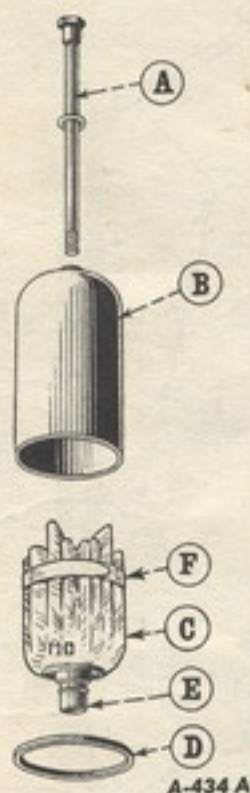
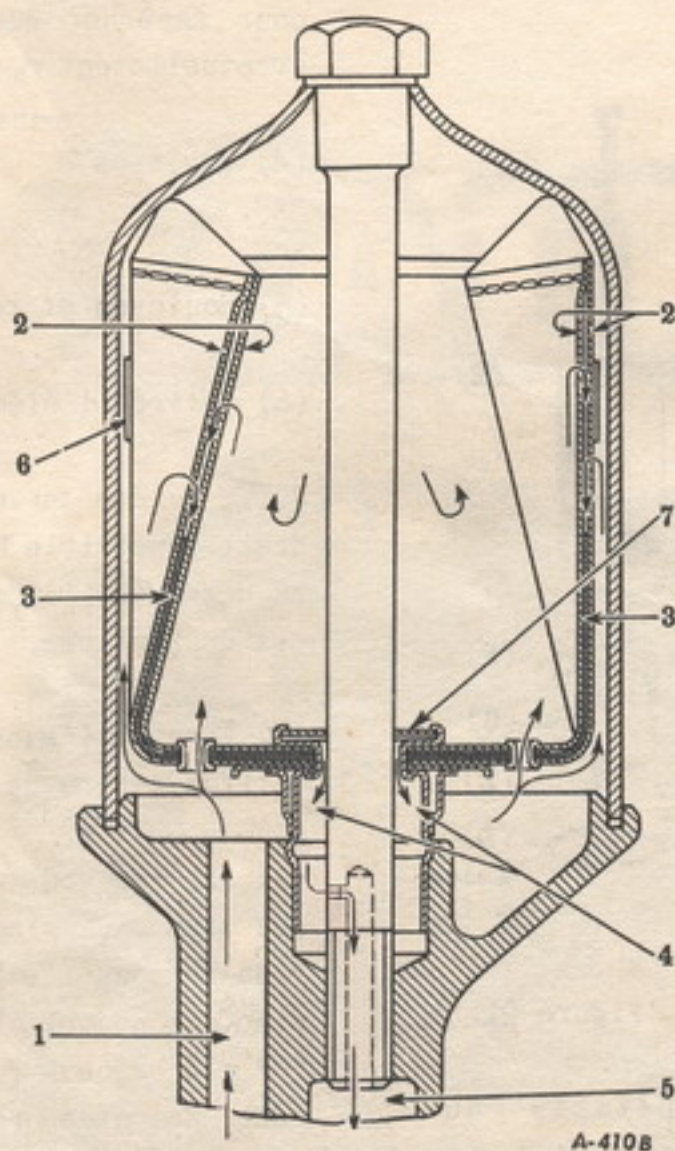

Figure 21.
Figure 22
(7) Essuyez l'embase et la cloche avec un chiffon imbibé de pétrole.
(8) Assurez-vous que le joint de cloche "D" est bien en place. Revissez le bouchon de vidange sous l'embase du filtre et mettez en place le nouvel élément entouré de sa bande "F" (la bague de guidage "E" dirigée vers le bas). Remontez la cloche et la tige de fixation "A" (figure 21) en prenant soin que cette dernière ne déforme pas la rondelle d'étanchéité "7" (figure 22) placée à l'intérieur de l'élément filtrant. Enfoncez la tige doucement, vissez-la à travers la bague d'étanchéité puis dans l'embase et serrez avec soin.
(9) Vérifiez si le niveau d'huile du carter du moteur est correct (voir "Tableau de Graissage"). Faites démarrer le moteur, vérifiez si le manomètre indique la pression voulue et recherchez s'il n'y a pas de fuite d'huile au filtre.